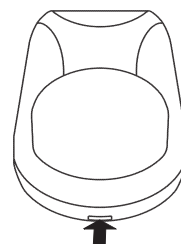

Рисунок 2
- Снимите крышку извещателя, отжав отверткой фиксатор крышки через отверстие, расположенное в нижней части основания извещателя (рисунок 2).